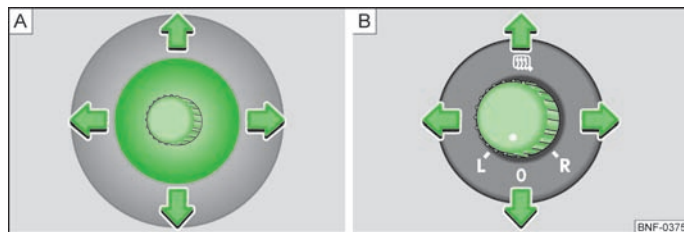

Fig. 32 Dans la portière, bouton de réglage/sélecteur : Pour le rétroviseur mécanique/pour le rétroviseur extérieur à commande électrique
- Pour orienter la surface du rétroviseur dans la position souhaitée, utilisez le bouton de réglage » fig. 32 - **A**. Le mouvement de la surface des rétroviseurs suit celui du bouton de réglage.
- Faites tourner le bouton de réglage sur la position » fig. 32 - **B**.
- Faites tourner le bouton de réglage sur la position **L** » fig. 32 - **B**. Le mouvement de la surface des rétroviseurs est identique à celui du bouton rotatif.